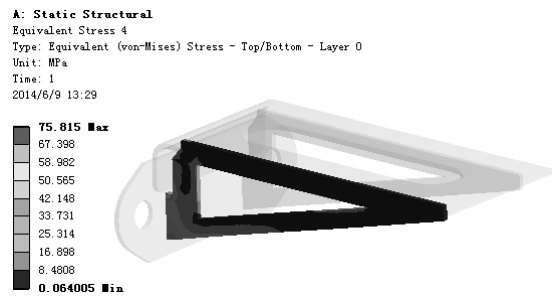

图 7.11.24 应力结果图解 (SIDE-SHEET)
(5) 查看 SIDE-SHEET 零件应力结果图解。在“Outline”窗口中选中  Equivalent Stress 4，查看图 7.11.24 所示的零件 SIDE-SHEET 的应力结果，其最小应力为 0.064005 MPa，最大应力为 75.815MPa。